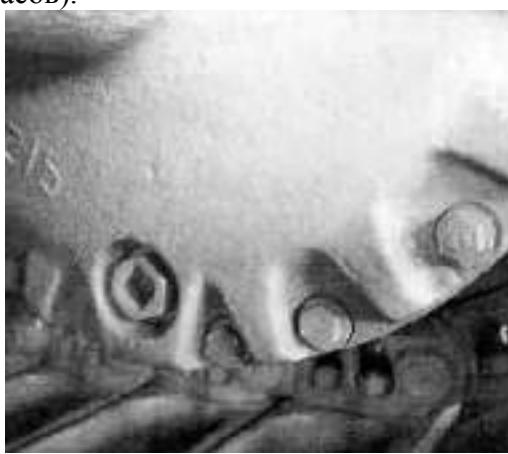

Рис. 6-14
4. Корпус бортредуктора (Рис. 6-14, 6-15)